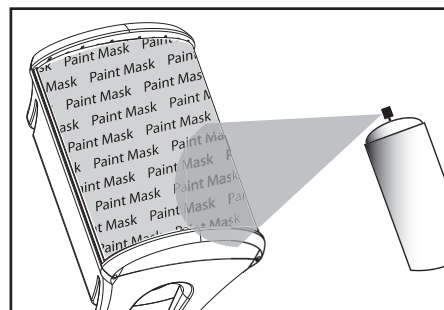

FIGURE 7
2. When the primer is completely dry, apply the finish color [figure 7].
2. Lorsque la peinture de fond est complètement sèche, appliquez la peinture de finition (figure 7).